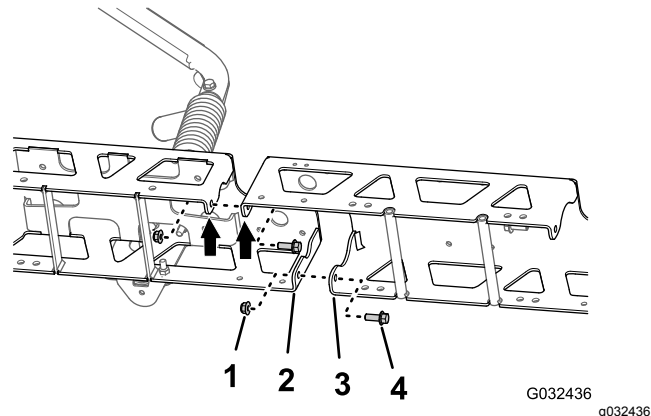

Figura 117
1. Allineate i fori nelle flange verticali del telaio della trave mediana della sezione centrale con i fori del telaio della trave della sezione centrale (Figura 117).
2. Montate senza serrare la prolunga della barra centrale sul telaio della trave (Figura 117) con i 2 bulloni a testa flangiata ($\frac{3}{8}$ " x 1") e i 2 dadi di bloccaggio flangiati ($\frac{3}{8}$ ").
i fori del telaio dell'altra trave esterna della sezione centrale (**Figura 117**).
- Montate senza serrare la prolunga della barra centrale sul telaio dell'altra trave (**Figura 117**) con i 2 bulloni a testa flangiata ($\frac{3}{8}$ " x 1") e i 2 dadi di bloccaggio flangiati ($\frac{3}{8}$ ").